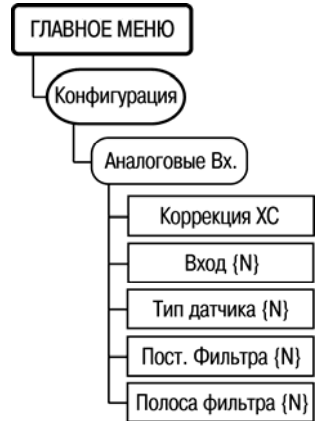

Рисунок 7.5
7.6.3 Для настройки аналоговых входов предназначен пункт меню //Конфигурация/Аналоговые Вх. (рисунок 7.5).